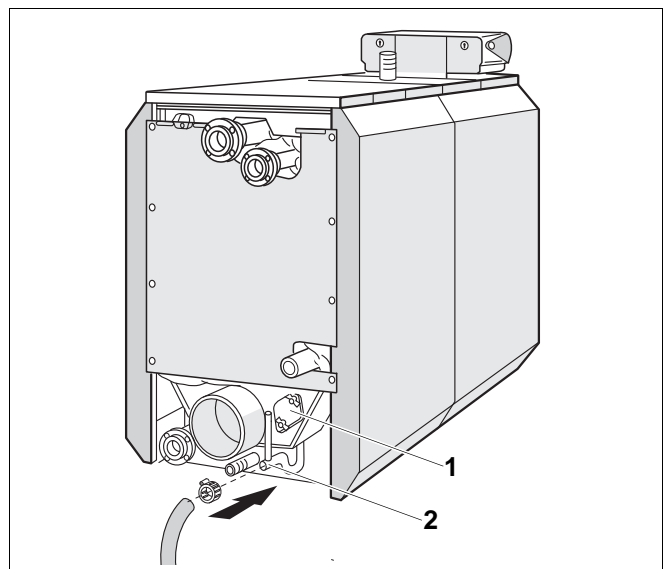

Рис. 26 Монтаж устройства нейтрализации
- Закрепите сливной шланг хомутом к сливу конденсата (сифону) (рис. 26, поз. 2).